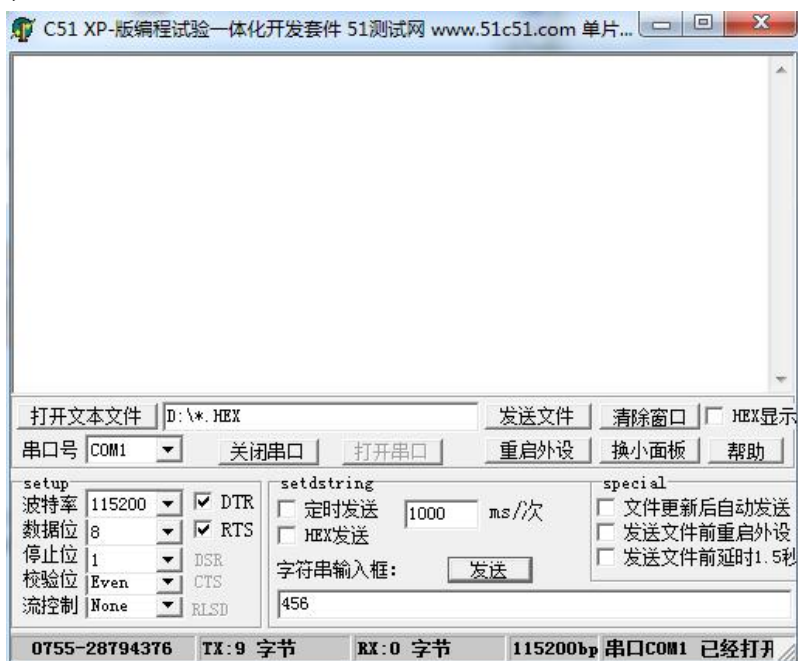

图4.58 连接串口助手
3) 接线连接PC和控制器232接口, 打开串口助手并按照控制器232的参数打开对应的串口; 如图4.58所示。